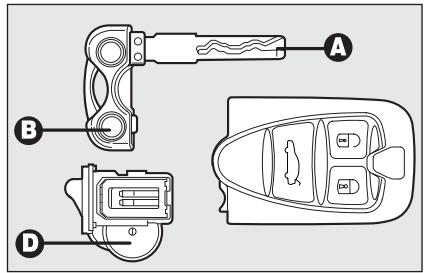

fig. 9
Para sustituir la pila **fig. 9** proceda como sigue:
- retire la pila **D-fig. 9** del portapilas memorizando la posición de las polaridades (en la posición ilustrada, el polo positivo debe estar dirigido hacia abajo);